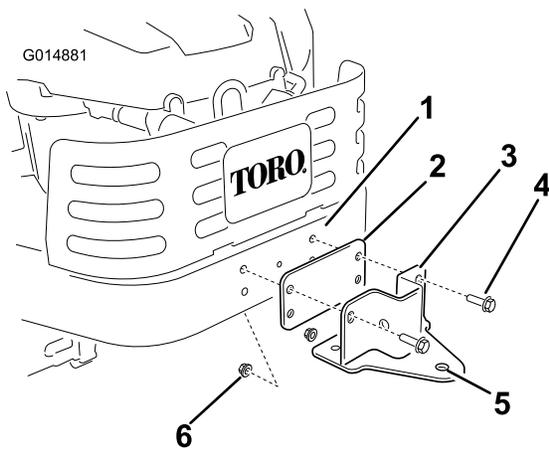

Figure 11
1. Trouvez la plaque intermédiaire de support du cadre ainsi que le support dans les pièces détachées. Montez la plaque et le support sur le cadre de la machine comme montré à la Figure 11. Fixez la plaque et le support au cadre avec deux boulons (5/16 x 1 po) et deux contre-écrous (5/16 po).